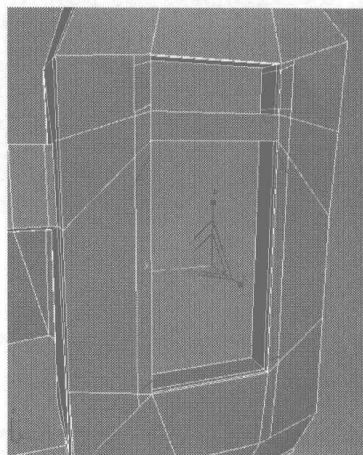
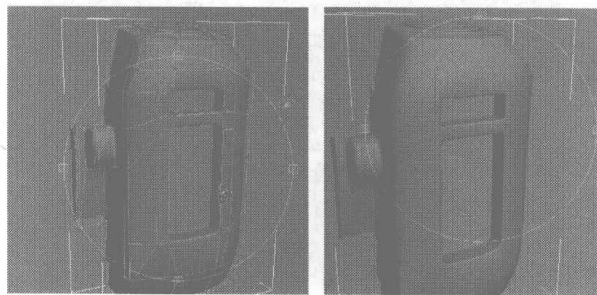

图 6.330
图 6.331
- 02** 继续添加如图 6.330 所示的细分线，并再调整其形状，效果如图 6.331 所示。